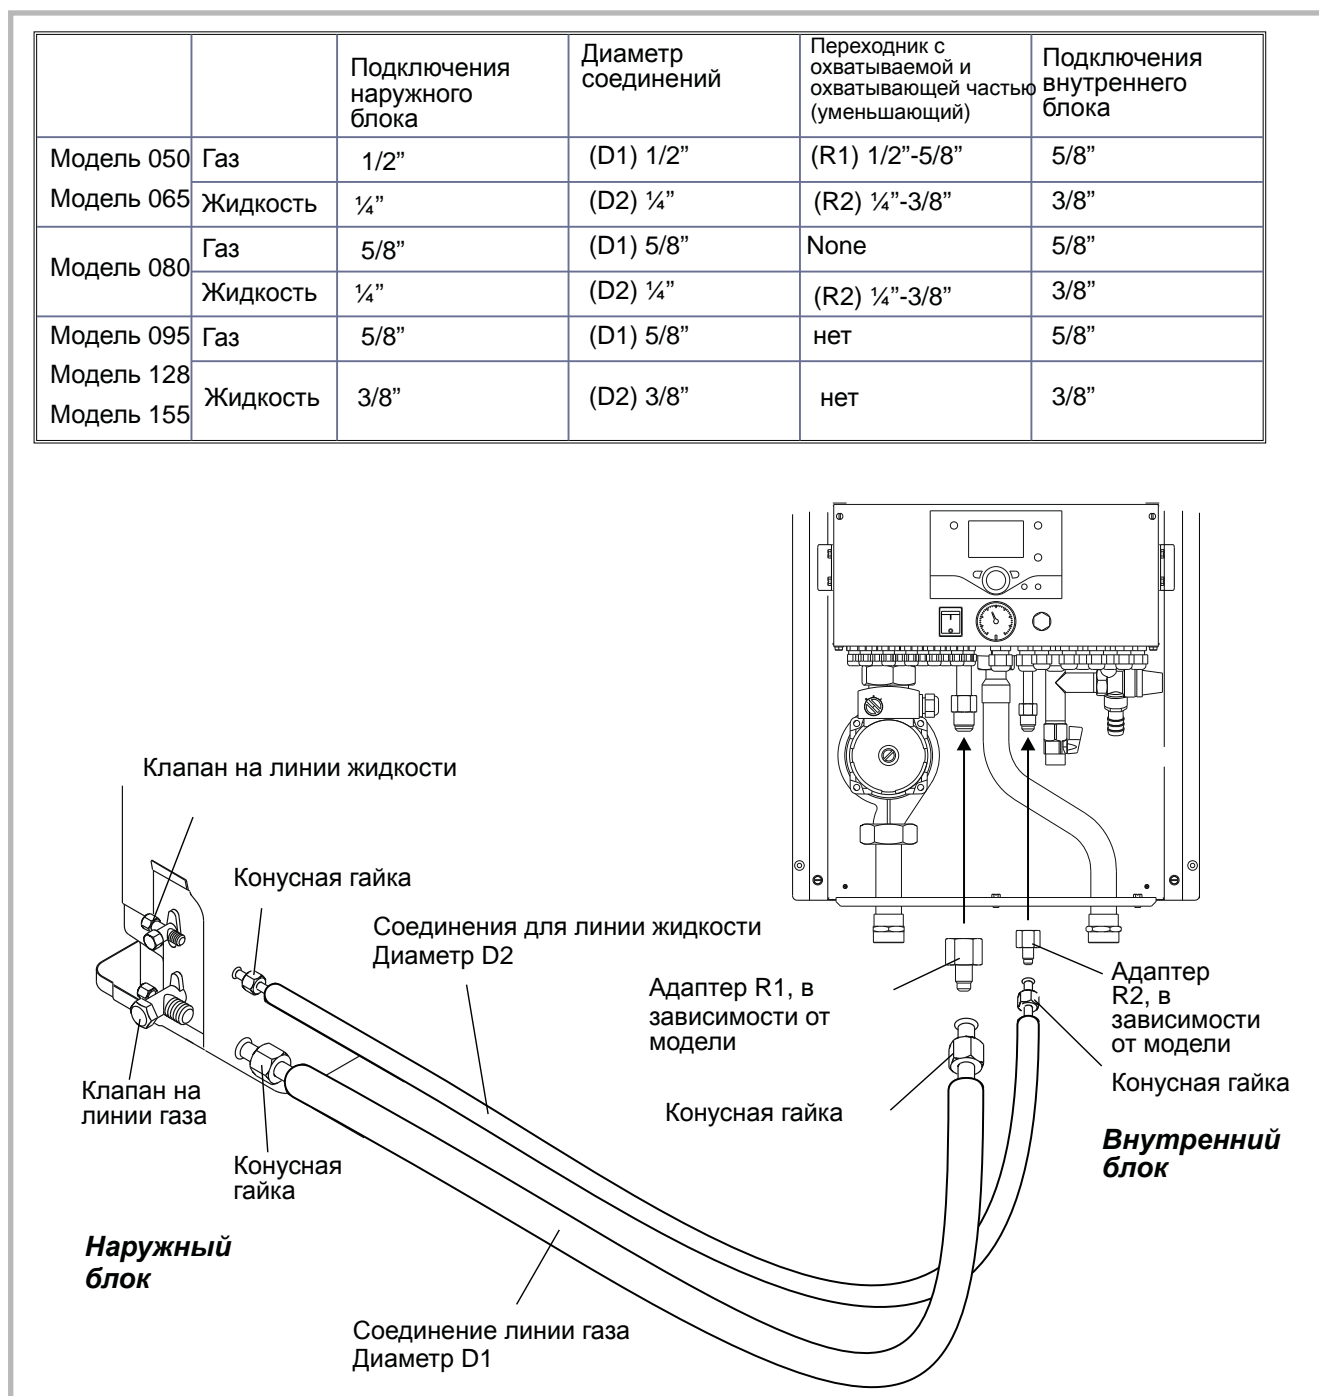

Рис. 19 - конусные подключения
-В зависимости от монтажной ситуации присоедините уменьшающий адаптер 1/4"- 3/8" or 1/2"- 5/8". (см. рис. 19) -Извлеките заглушки из торцов трубок и из штуцеров.